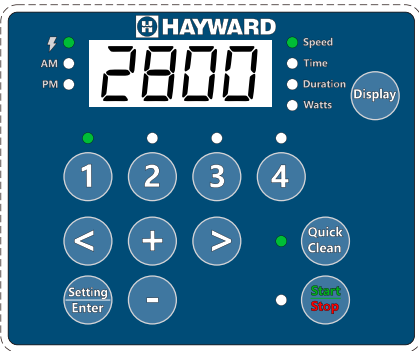

Рис. 10
- 5) Нажмите кнопку **Setting**. Во время редактирования светодиодный индикатор параметра Speed будет мигать. **См. рис. 10.**